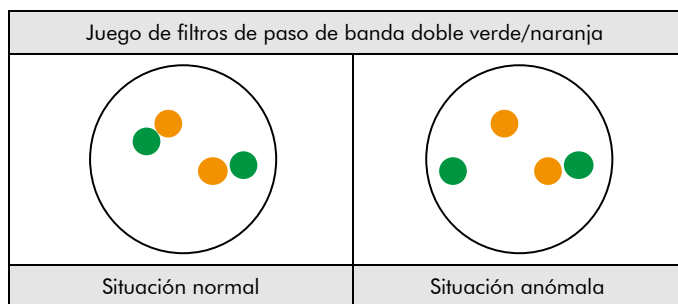

Fig. 2. Resultados previstos en núcleos normales y anómalos
**Situación normal:** En las interfases de células normales o de células sin una translocación que afecte a la región del gen EWSR1, aparecen dos señales de fusión verdes/naranjas (ver Fig. 2).
**Situación anómala:** Una región del gen EWSR1 afectada por una translocación se indica mediante una señal verde independiente y una señal naranja independiente (ver Fig. 2).